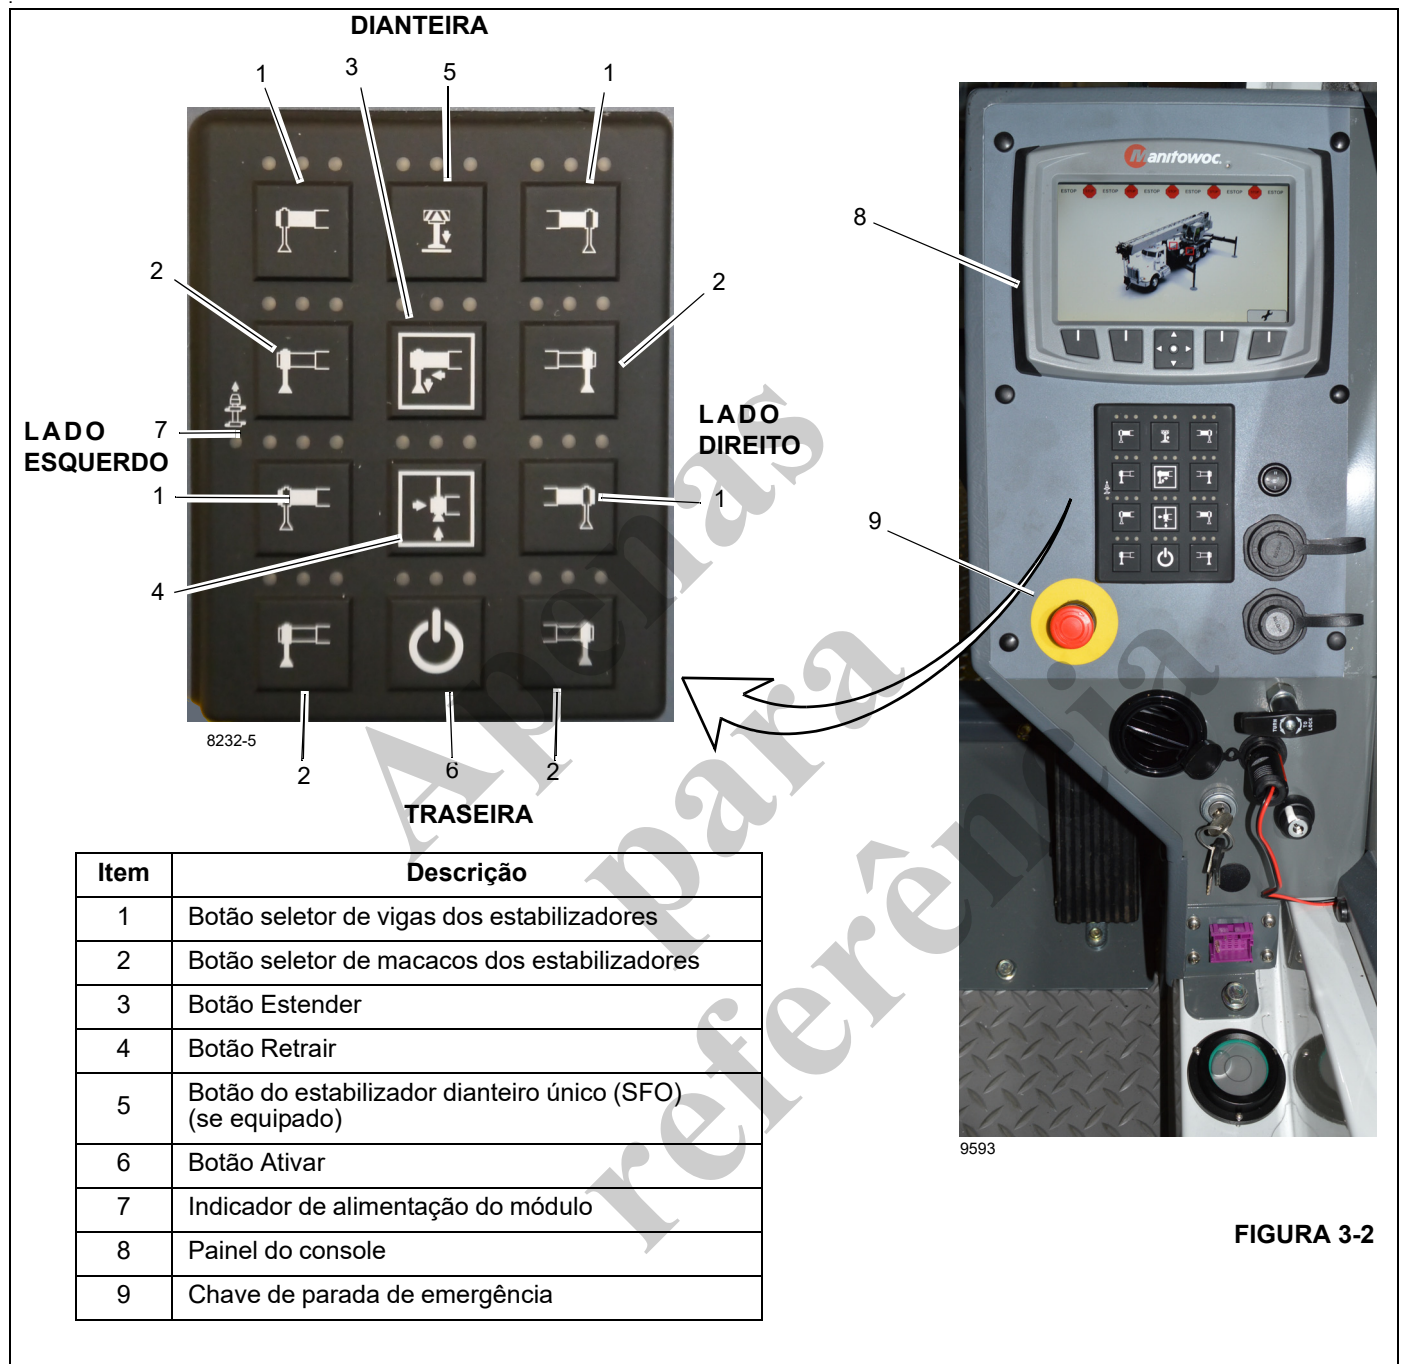

FIGURA 3-2
- É necessário liberar a chave ESTOP (9, Figura 3-2) da cabine do guindaste.
Os estabilizadores podem ser operados de três locais, incluindo um controlador de teclado localizado no (Figura 3-1) console da cabine do guindaste e dois teclados da estação de solo (Figura 3-2) localizados à esquerda e à direita da estrutura do transportador. Cada controlador do estabilizador da cabine possui os controles para estender e retrair as vigas dos estabilizadores, para elevar e abaixar os cilindros dos estabilizadores (macaco) e para elevar e abaixar o estabilizador dianteiro único (SFO), se equipado. A estação de solo do lado direito (passageiro) controla todos os cilindros dos estabilizadores verticais e o SFO (se equipado), mas apenas as vigas horizontais no lado direito (passageiro) do guindaste. A estação de solo do lado esquerdo (motorista) controla todos os cilindros dos estabilizadores verticais e o SFO (se equipado), mas apenas as vigas horizontais no lado esquerdo (motorista) do guindaste.
O painel de controle do estabilizador da cabine (Figura 3-2) está localizado no painel dianteiro do console da cabine da superestrutura e é usado para controlar os estabilizadores de dentro da cabine. O painel de controle possui um touchpad com botões de controle e indicadores para estender e retrair as vigas dos estabilizadores, para elevar e abaixar os cilindros dos macacos dos estabilizadores e para elevar e abaixar o estabilizador dianteiro único (SFO), se equipado. Se não estiver equipado com um SFO, os indicadores LED de SFO acima do botão do SFO acendem em vermelho. A estação de controle da cabine do guindaste contém um indicador de nível e uma chave de parada de emergência. Todas as funções do estabilizador podem ser controladas pelo painel de controle da cabine.
O botão ativar está localizado no painel de controle do estabilizador da cabine (Figura 3-2) e é usado em conjunto com a pré-seleção de chaves seletoras do estabilizador para controlar as funções do estabilizador.
O botão de extensão está localizado no painel de controle do estabilizador (Figura 3-2) e é usado em conjunção com os botões de ativação para controlar as vigas do estabilizador ou as funções do macaco.
O botão de retração está localizado no painel de controle do estabilizador (Figura 3-2) e é usado em conjunto com os botões de ativação para controlar as vigas do estabilizador ou as funções do macaco.
Os indicadores LED exibem o status do botão de controle selecionado (Figura 3-2) no painel de controle do estabilizador da cabine. Um LED acenderá por 5 segundos depois que um botão tiver sido selecionado.
O indicador de alimentação do módulo está localizado no painel de controle do estabilizador da cabine e indica que a estação de controle dos estabilizadores (Figura 3-2) é ativada quando um LED verde acende. A estação de controle não pode ser ativada se o guindaste estiver executando outra função. (Por exemplo: operar a lança.)
Os botões seletores das vigas dos estabilizadores (Figura 3-2 e Figura 3-3) são usados para operar as vigas
O botão do SFO (Estabilizador único dianteiro) está localizado no painel de controle do estabilizador (se equipado) para os controles do estabilizador da cabine (Figura 3-2) e controles de estabilizador de solo (Figura 3-1 e Figura 3-3). O botão do SFO é usado para abaixar e elevar o estabilizador dianteiro central opcional. Para operar o SFO, pressione o botão do SFO para ativá-lo e, em seguida, o botão de extensão/retração. O SFO retrai-se automaticamente se algum dos outros macacos for ajustado e deve ser reativado se a elevação tiver que prosseguir. Se não estiver equipado com um SFO, o LED vermelho acende.
Há uma chave de parada de emergência (Figura 3-2 e Figura 3-3) localizada em cada controle do estabilizador em cada lado do transportador (Figura 3-3) e dentro da cabine no console dianteiro (Figura 3-2). Pressionar uma chave de parada de emergência desliga o motor.